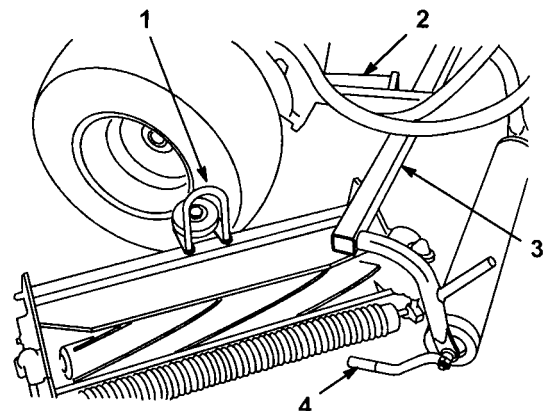

図 9
3. カッティングユニットをプルフレームの下に引き入れ、吊り輪（フープ）を昇降アームに引っかける（図9）。